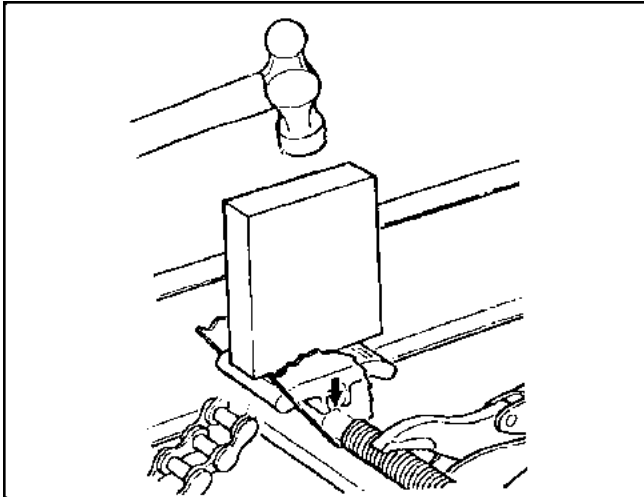

Figure 7-11 Installation du bloc coulissant
5. En utilisant un morceau de bois (ou un matériau similaire) sur le bloc coulissant, frapper délicatement le bois pour engager le bloc coulissant sur l'assemblage de l'arbre de came comme illustré à la figure 7-11.